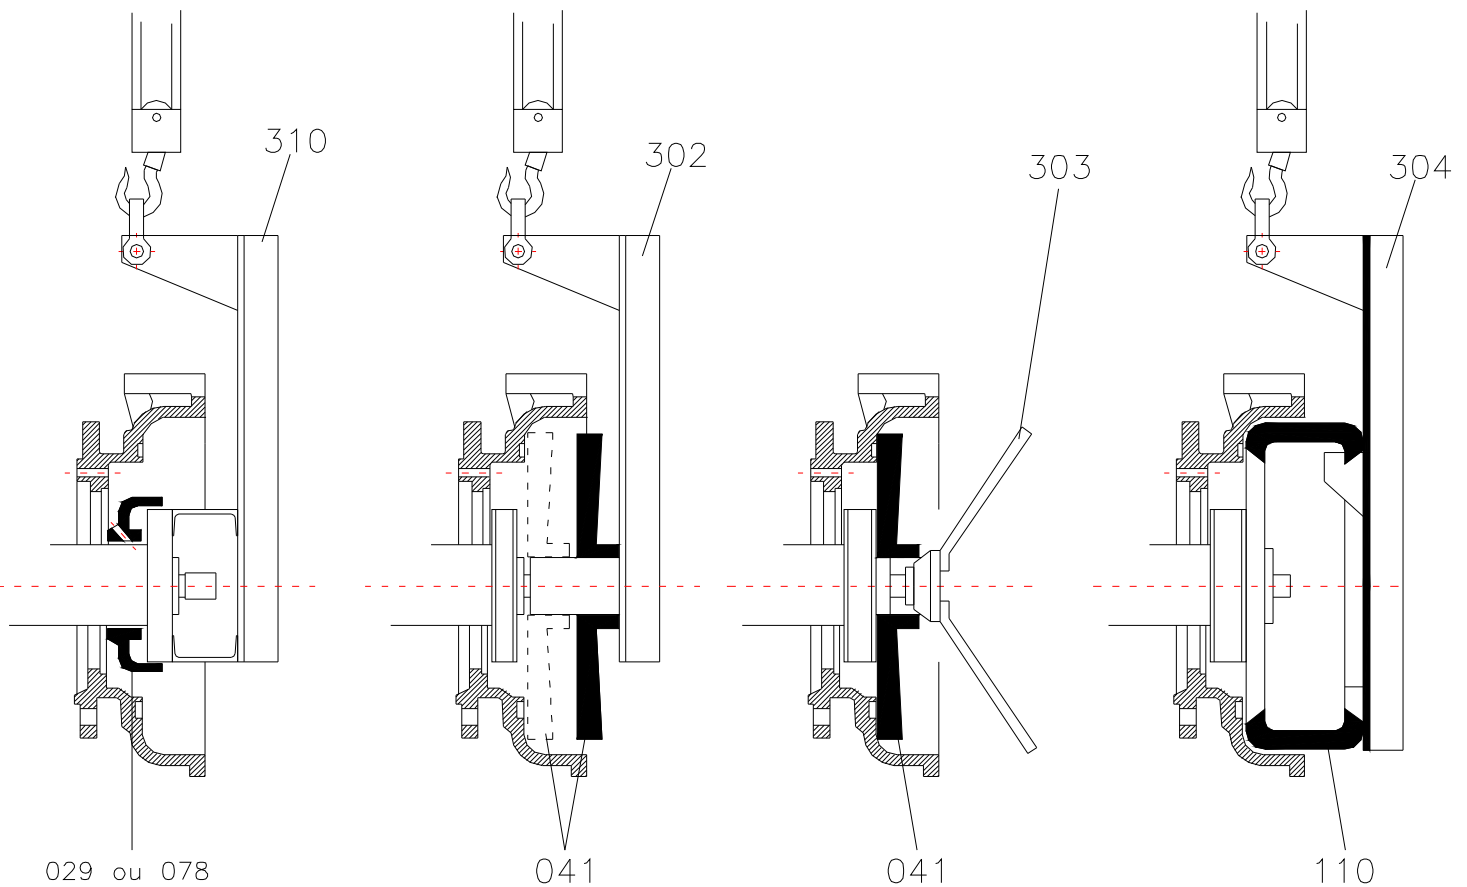

Fig 19
d) Aparafuse e aperte os estojos dos revestimentos (026) nos orifícios roscados previsto no revestimento traseiro interno. Alternativamente, dependendo da bomba, coloque parafusos (040) nas fendas T previstas no revestimento. Calce pequenas peças de borracha debaixo das cabeças dos parafusos para mantê-los em posição.
e) Suspenda o tubo de levantamento (302) num guindaste (Vide Fig.19).
a) Coloque a vedação do revestimento (124) (face lisa apoiada no corpo traseiro) no sulco do corpo traseiro.
b) Aparafuse e aperte os estojos (026) nos ressaltos roscados previstos no revestimento traseiro interno (041)
c) Suspenda o tubo de levantamento (302) com um guincho (Ver Fig. 19). Levante o revestimento traseiro interno tangenciando a extremidade de encaixe do tubo de levantamento, empurre o tubo de levantamento para dentro do furo central do revestimento. Levante o tubo com o revestimento e deslize o tubo sobre a rosca do eixo. Alinhe os estojos com os orifícios e empurre o revestimento contra o corpo traseiro. Coloque as porcas mas não aperte. Remova o tubo de levantamento.
d) Enrosque e aperte os estojos (023) nos ressaltos roscados do revestimento traseiro (043).